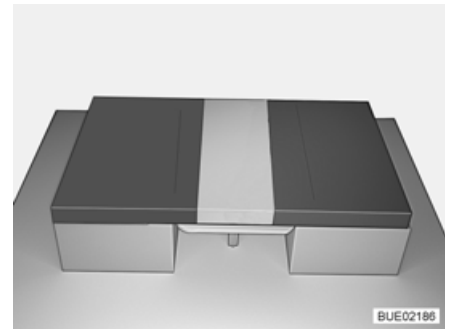

Bild 105 Nach dem Umbau
- Ein Rückenpolster zwischen die Sitzpolster auf den Tisch legen (siehe Bild 105).